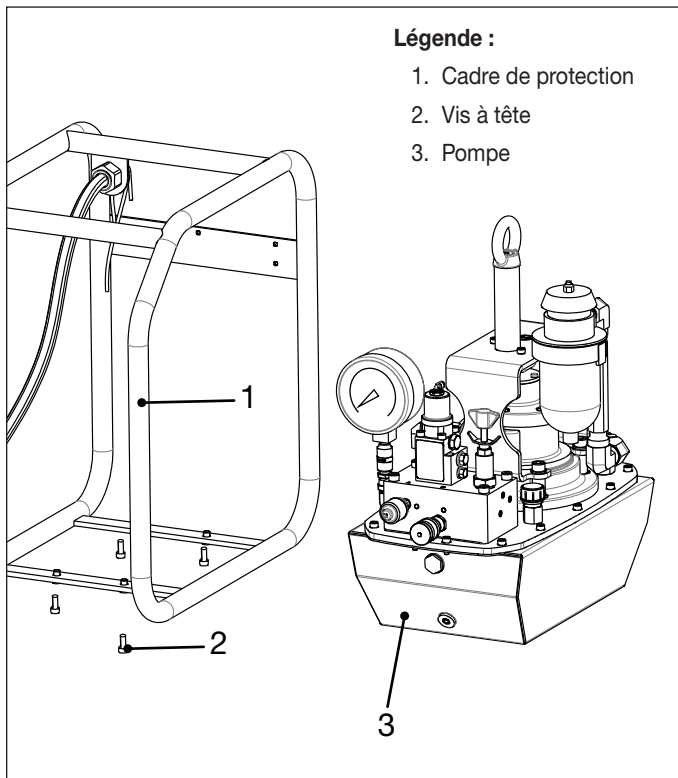

Figure 17 : Pompe et cadre de protection
8. Retirez les quatre vis à tête de fixation du cadre de protection sur le réservoir hydraulique. Reportez-vous à la Figure 17.
19. Fixez le réservoir hydraulique sur le cadre de protection à l'aide des quatre vis à tête. Appliquez du produit d'étanchéité Loctite 243 sur les vis à tête et serrez-les selon une valeur comprise entre 14,9 et 17,6 Nm [11 et 13 ft-lb]. Reportez-vous à la Figure 17.